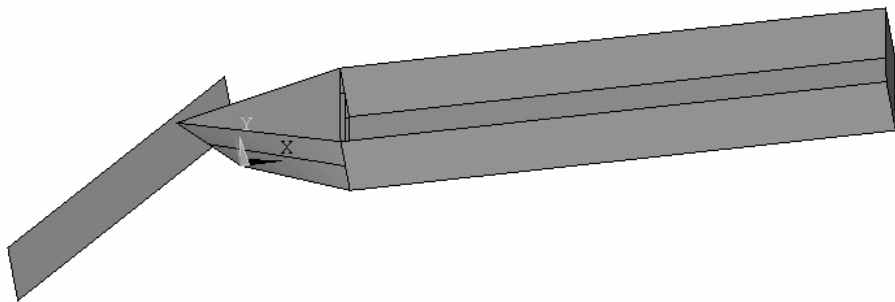

图 9-8 建立船头的上甲板与桥墩板
(10) 如图 9-8 所示, 使用关键点建立船头的上甲板并建立桥墩 (一块板)。桥墩板的四个顶点的坐标为 $(-0.5, 5, 6.5)$, $(-20.5, -15, 6.5)$, $(-0.5, 5, 0)$, $(-20.5, -15, 0)$ 。